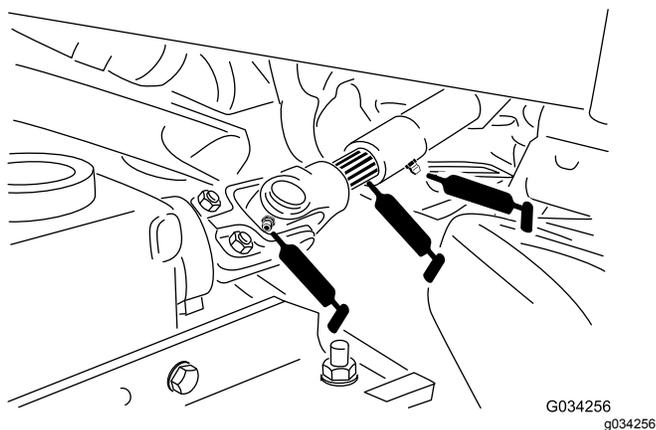

Рисунок 36
- Карданный вал механизма отбора мощности (Рисунок 36)